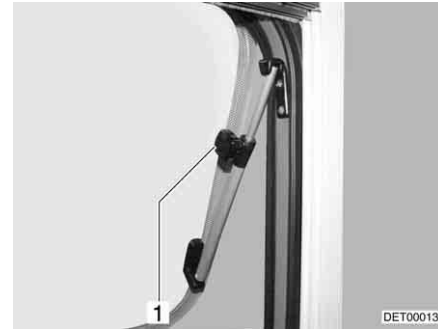

Fig. 8 Fenêtre projetante avec bras pivotants, ouverte
- Ouvrir la fenêtre projetante jusqu'à la position voulue et la bloquer avec la molette (Fig. 8,1).
- Tourner la molette (Fig. 8,1) jusqu'à ce que le dispositif de blocage soit libéré.